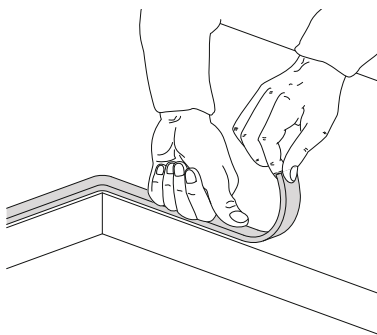

Fig. 4: plaatsing van de isolerende dichting
- Breng de isolerende dichting die meegeleverd werd zorgvuldig aan op de buitenomtrek van het gat dat men in het topblad heeft gemaakt, laat die op het volledige oppervlak aanhechten met een lichte druk van de handen [Fig. 4].